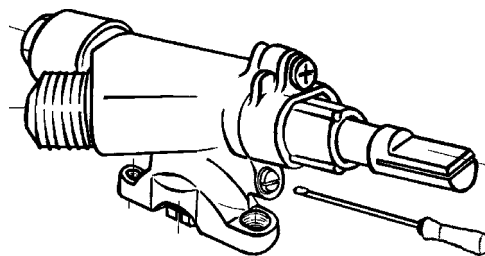

fig. 19
4. Dévissez ou vissez la vis pointeau (fig.19) jusqu'à l'obtention d'une flamme très courte mais stable pour le gaz naturel. Pour le gaz butane - propane, vissez totalement la vis dans le sens des aiguilles d'une montre sans forcer.